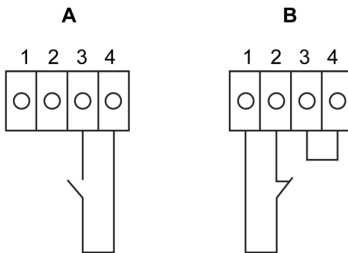

Abbildung 13. Anschlüsse des Not-Aus-Schalters
Der Not-Aus-Schalter wird an der oberen Frontplatte der USV, am Not-Aus-Schalter-Verbinder, angeschlossen. Abbildung 13 zeigt die Schließer- (NO) und Öffnerverbindungen (NC) des Not-Aus-Schalters.